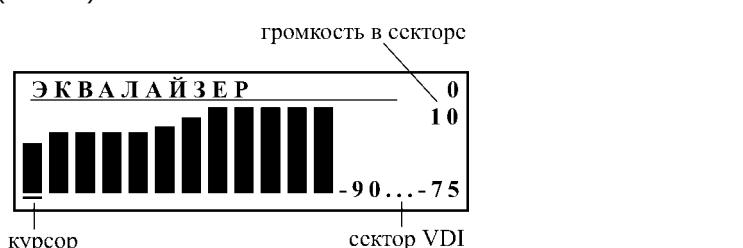

Рис. 16
- «Эквалайзер» позволяет настраивать различную громкость звучания для сигналов с разными числами **VDI**. Диапазон чисел **VDI** разбит на 12 секторов. Для каждого сектора возможно изменение громкости от 0 до 17. При установке значения 0 звук будет отсутствовать, 17 - громкость звучания для данного сектора будет максимальной. Для входа в режим настройки эквалайзера нажмите кнопку . На экране появится меню настройки эквалайзера (Рис. 16):